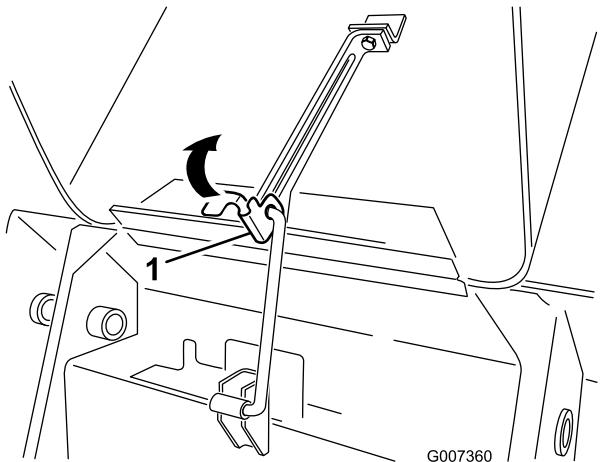

Figura 28
- Levante la pestaña que sujetla la varilla de soporte (Figura 28)